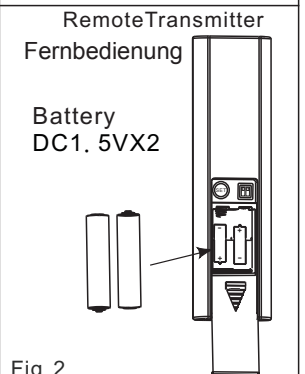

Fig 2
1. Verwenden Sie 2 1,5 V / AAA-Batterien, um die Batterie zu ersetzen. (Abb. 2)